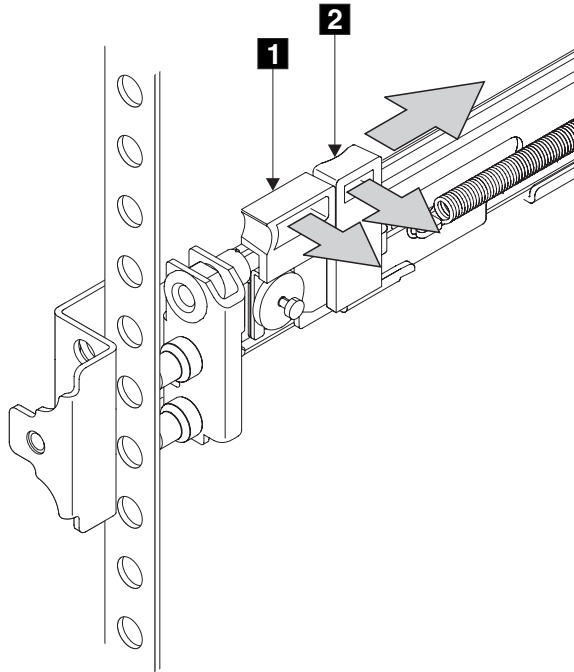

図 76. SAN ボリューム・コントローラー用左方サポート・レール
2. 図 76 に示すように、左手の人さし指をラッチ・レバーの後端 **2** に置き、左の親指をラッチ・ロックの前端 **1** に置きます。